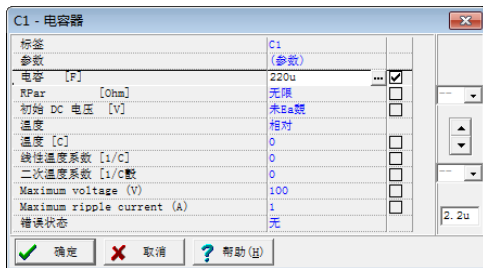
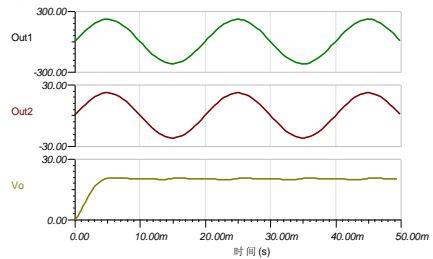

图 148 设置电容量修改成“220u”
图 149 C1=220u 时的输入输出波形
② 电容器 C1 为 220μF 时的瞬态仿真：双击电容器 C1，如图 148 所示将电容量修改成“220”。执行【分析|瞬态现象】菜单命令，得到如图 149 所示的输入输出波形。